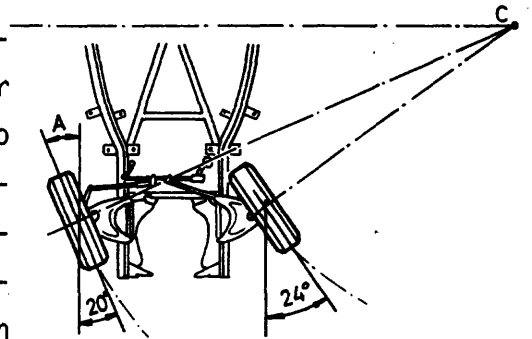

Fig. 5
Divergencia en curva. Es la cantidad que divergen las ruedas al virar (fig. 5). Está controlada por el ángulo (A) de los brazos de dirección y el eje horizontal de la rueda, tiene por objeto reducir la fricción excesiva de los neumáticos en el viraje, ya que ambas ruedas deben virar en torno a un centro común (C).